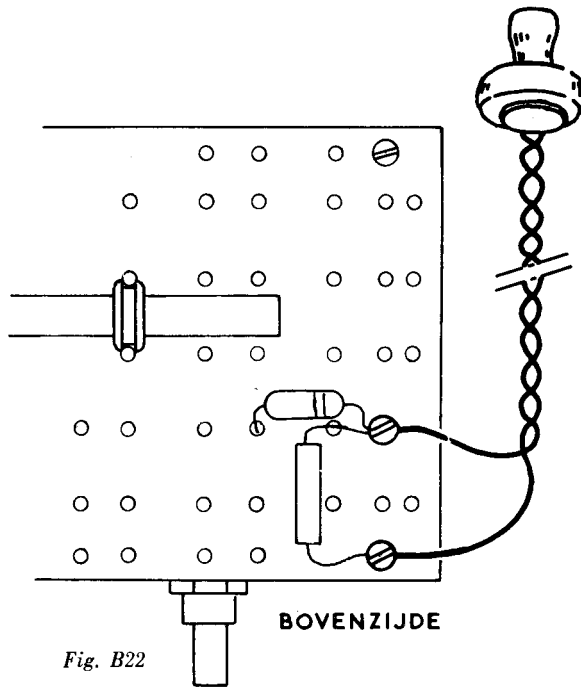

Fig. B22
20. Zet de blanke uiteinden van het telefoonsnoertje vast in de twee klemmen aan de bovenzijde, waarin ook de weerstand is bevestigd (figuur B22).